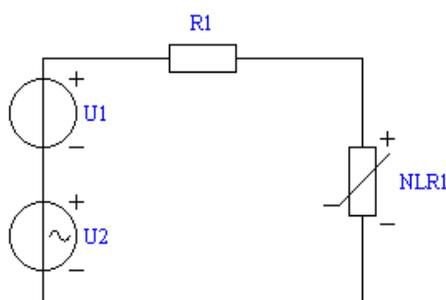

Рис. 3.1
3.2. Постройте на экране дисплея схему нелинейной резистивной цепи, показанную на рис. 3.1 ($R_1 = 50 \text{ Ом}$). Выберите нелинейный резистор NLR1 и введите заданную в табл.3.1 вольт-амперную характеристику, соответствующую своему номеру варианта.